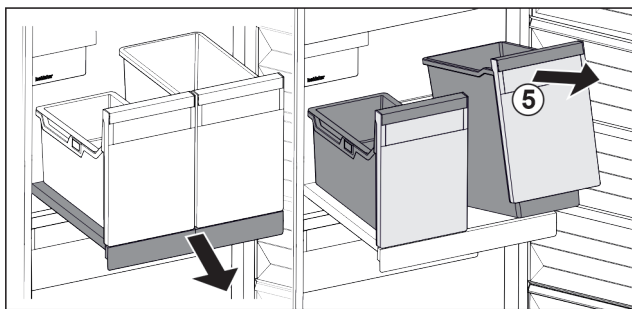

Fig. 123
- ▶ Soulever les bacs Fig. 123 (5) par l'avant.